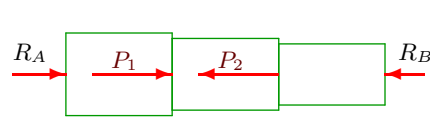

Рис. 10
6. Реакцию второй опоры определяем из условия равновесия бруса в целом (рис. 10):